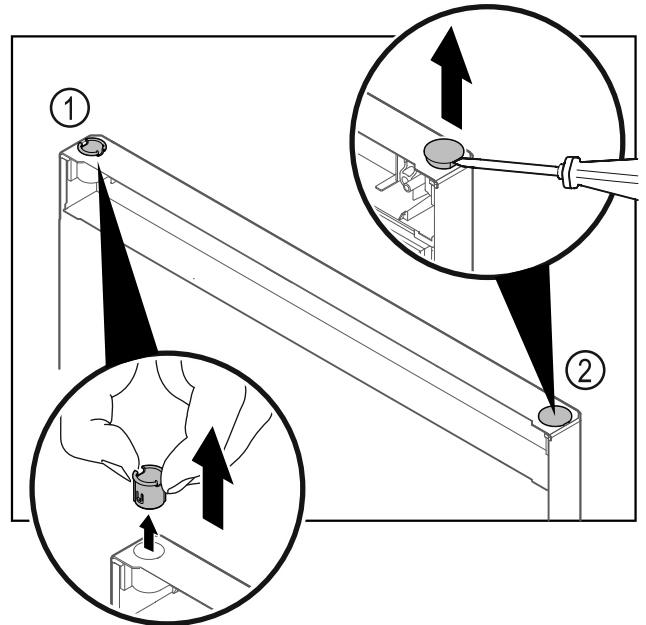

Fig. 27
- Saque el buje de la bisagra Fig. 27 (1) con los dedos.
- Levante cuidadosamente el tapón decorativo Fig. 27 (2) con un destornillador para tornillos de cabeza ranurada y extráigalo.